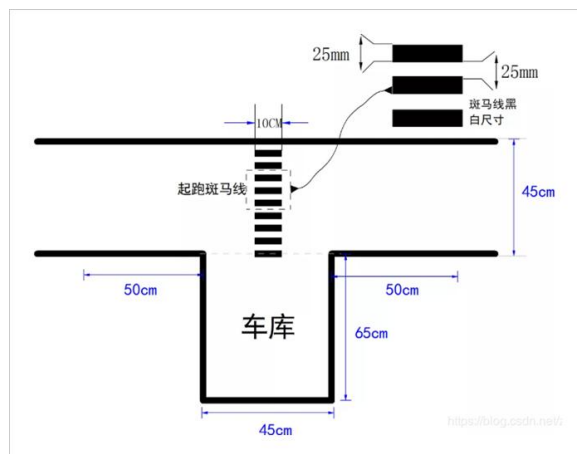

图2 斑马线和车库示意图
- ① 磁标斑马线：智能车从磁标斑马线起跑开始计时，到达终点磁标斑马线结束计时，其示意图如图 2 所示。
- ② 车库：赛道旁设置的方形区域，其示意图如图 2 所示。